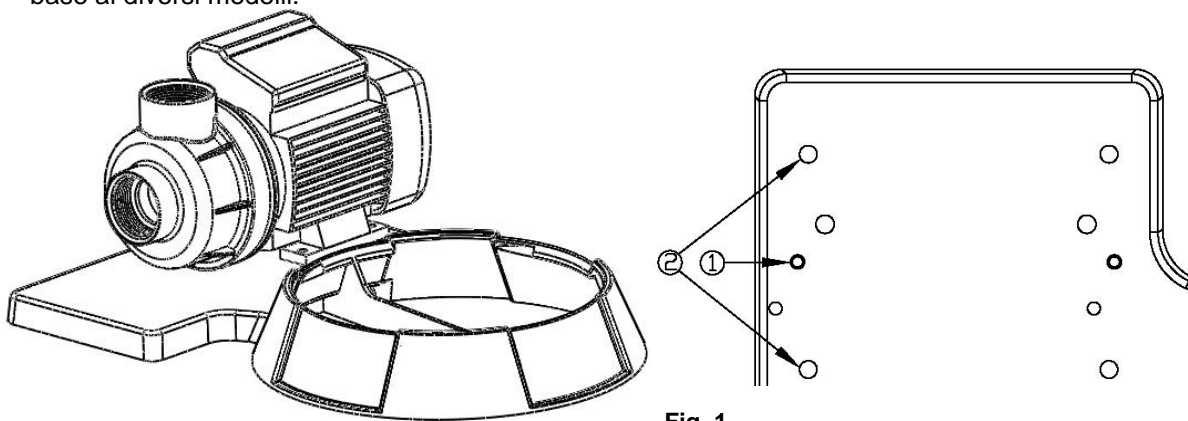

Fig. 1
1. Fissare la pompa accanto al filtro a sabbia con le viti fornite. (Fig. 1) Il fissaggio può variare in base ai diversi modelli.